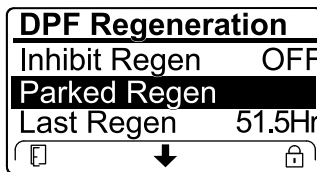

Bild 51
- Wenn der Motorcomputer eine Wiederherstellung-Regenerierung anfordert oder eine Wiederherstellung-Regenerierung ausführt und Sie auf die Option PARKED REGEN navigieren, ist die geparkte Regenerierung gesperrt und das Schloss-Symbol (Bild 51) wird unten rechts im InfoCenter angezeigt.